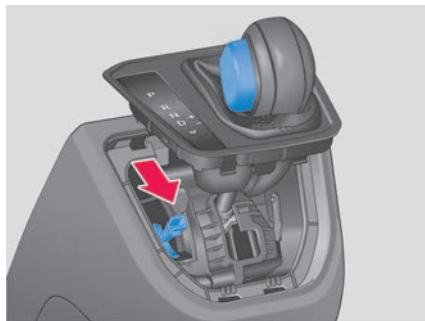

Abb. 85 Wählhebelsperre notentriegeln.
1. Den Entriegelungshebel in Pfeilrichtung drücken → **Abb. 85** und in dieser Position halten.